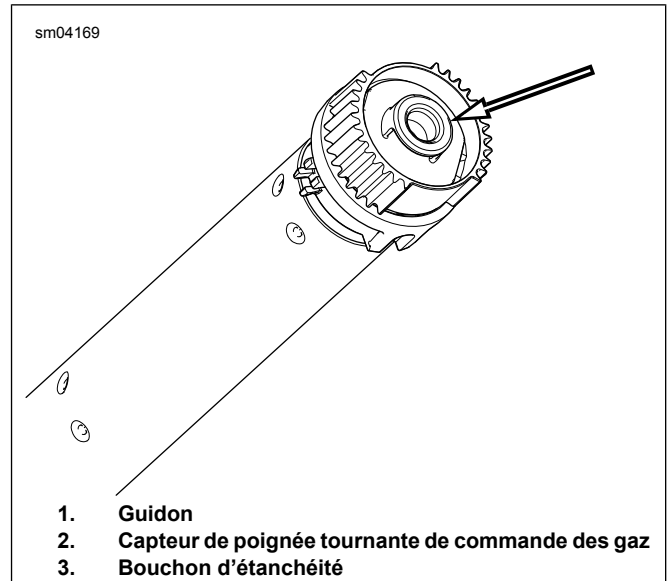

Figure 4. Retirer le bouchon d'étanchéité
- Voir Figure 4 . Introduire un petit tournevis ou un autre outil à lame plate dans la zone plate sur un côté du bouchon d'étanchéité.